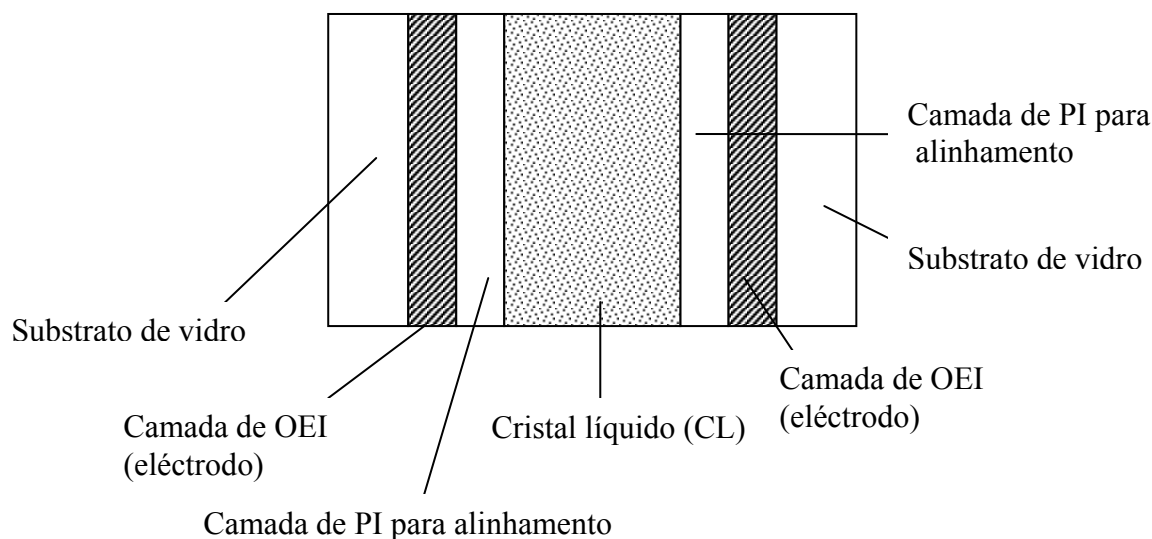

Fig. 1 – Estrutura de uma célula de cristal líquido (CL)
Um cristal líquido (CL) é um estado da matéria intermédio entre os sólidos cristalinos e os líquidos amorfos. Os CL nemáticos são compostos orgânicos de moléculas longas e com a forma de uma agulha. A orientação das moléculas pode ser facilmente controlada aplicando um campo eléctrico externo com o qual elas se alinham. A maioria dos dispositivos de CL requer a possibilidade de alinhar uniformemente as moléculas numa direcção bem determinada. A estrutura da célula de CL que será utilizada nesta experiência está representada na Fig. 1. Os substratos de vidro são cobertos com uma fina camada de óxido de estanho e índio (OEI) que é um condutor eléctrico mas é opticamente transparente. Esta camada é depois coberta com uma camada fina de poliimida (PI). Esfregando a camada de PI com lixa para polir lentes são produzidas pequenas micro-ranhas. Estas micro-ranhas forçam as moléculas do CL junto à superfície a alinhar-se paralelamente com as ranhas. A interacção molecular leva depois todas as moléculas do CL a alinharem-se da mesma forma. A orientação das moléculas num dado ponto designa-se por director do CL nesse ponto.